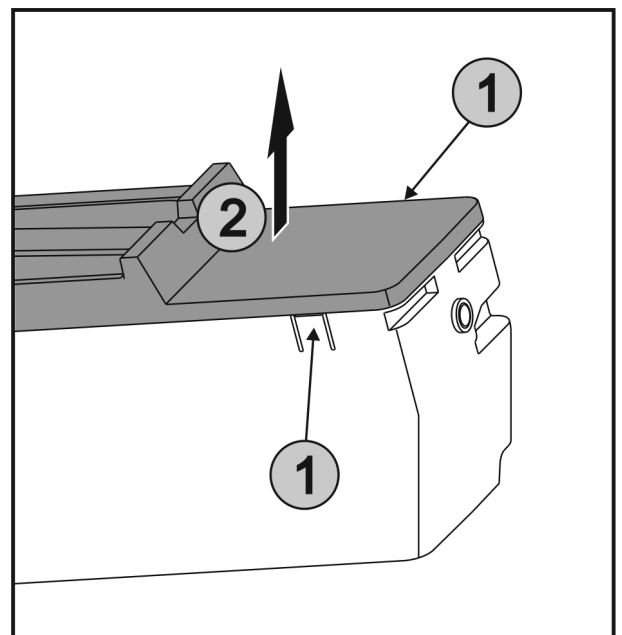

Fig. 48
- ▶ Súčasne stlačte spony Fig. 48 (1) na oboch stranách EasyTwist-Ice a odoberte kryt Fig. 48 (2) nahor.